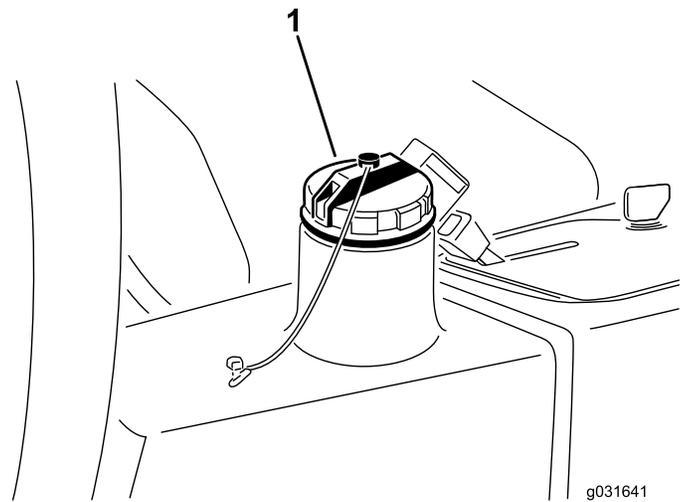

Bild 65
4. Füllen Sie den Behälter (Bild 65) mit ca. 13,2 Liter Hydrauliköl, siehe Prüfen der Hydraulikanlage \(Seite 56\).